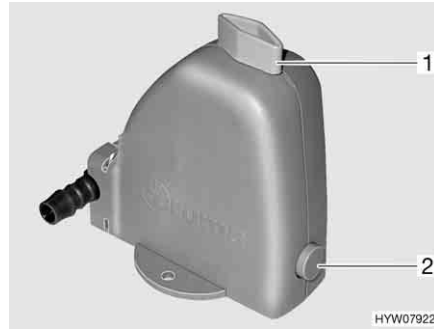

Fig. 167 Valve de sécurité et de vidange du chauffe-eau
Le chauffe-eau est équipé d'une valve de sécurité et de vidange (Fig. 167). La valve de sécurité et de vidange empêche que l'eau ne gèle dans le chauffe-eau lorsque le chauffage n'est pas allumé en cas de gel.
- Fermer la valve de sécurité et de vidange. Tourner pour cela le bouton rotatif (Fig. 167,1) dans le sens transversal par rapport à la valve de sécurité et de vidange et enfoncer le bouton-poussoir (Fig. 167,2).
- Ouvrir la valve de sécurité et de vidange. Tourner le bouton rotatif (Fig. 167,1) dans le sens longitudinal par rapport à la valve de sécurité et de vidange. Le bouton-poussoir (Fig. 167,2) ressort. Le chauffe-eau est vidé à l'extérieur par le biais de la valve de sécurité et de vidange.